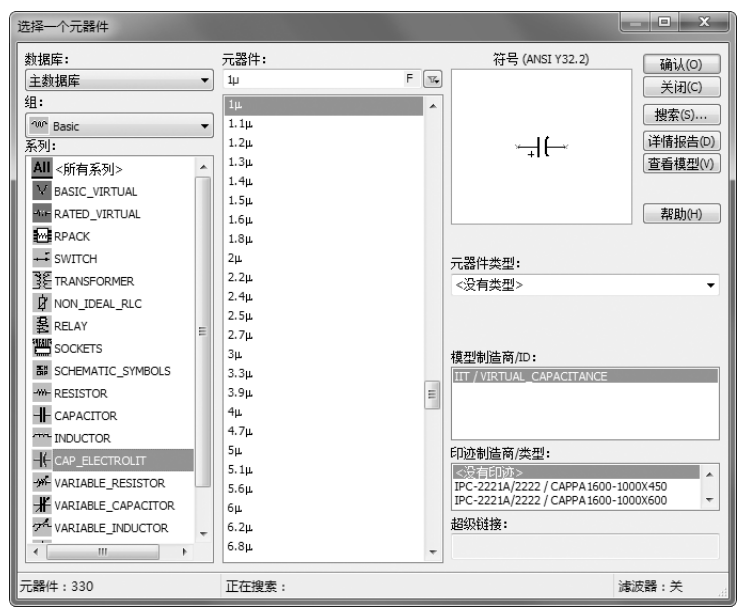

图 3-63 选择一个元器件
3) 选择“主数据库→Basic→CAP_ELECTROLIT”系列，显示极性电容元器件，如图 3-63所示。